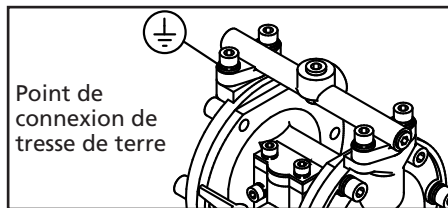

Figure 15
1. Lors de l'installation de la pompe, assurez-vous de connecter le fil de terre à la position spécifiée. Pour la position spécifiée pour connecter le fil de terre (voir figure 15).